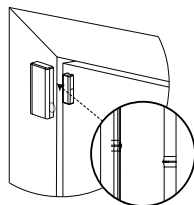

Figura 3: Device and magnet position on door and door frame
da janela em si, alinhadas de acordo com as marcações de local. Veja a Figura 3.
3. Aparafuse a base do ímã na porta, alinhando-a com o receptor. Veja a Figura 3.